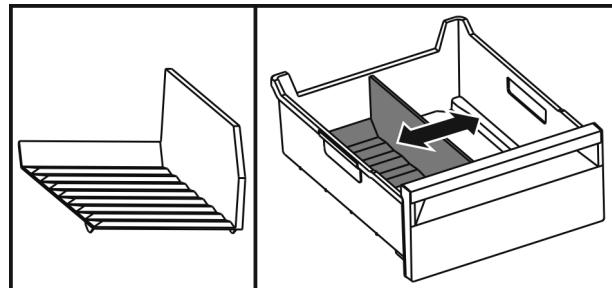

Fig. 48
- Повдигнете разделителя отзад Fig. 48 (1).
- Извадете нагоре Fig. 48 (2).